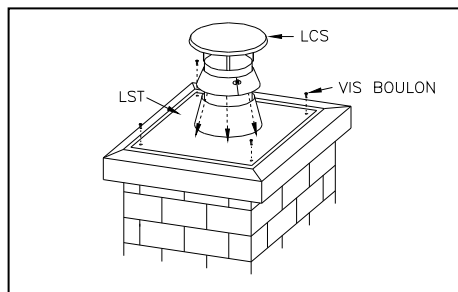

Fig. 5
- Fixer la plaque support (LST) sur la partie supérieure de la cheminée à l'aide de vis à béton ou du ciment. (fig.5).
- Faire glisser le collet du support sur le conduit jusqu'à ce qu'il s'appuie sur la plaque de support supérieur (LST) et l'ajuster autour du conduit en resserrant le boulon. (fig. 5)